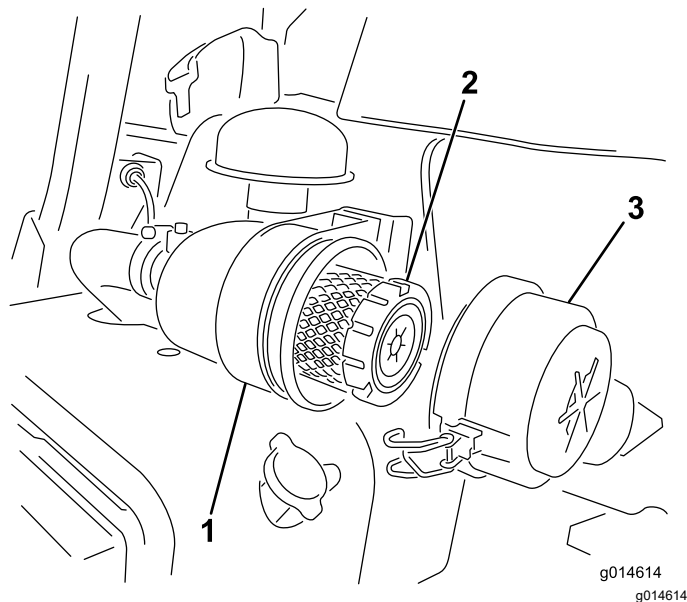

図 31
1. エアクリーナのカバーをボディーに固定しているラッチを外す 図 31。
7. ラッチをしっかりとは掛ける 図 31。